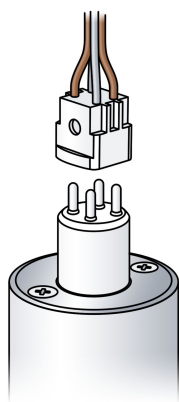

Fig. 1
- Retire el tapón de transporte del puerto 4: conexión de agua tipo 2. (Fig. 1)
Paso 2: desmonte el filtro de entrada (fig. 1)